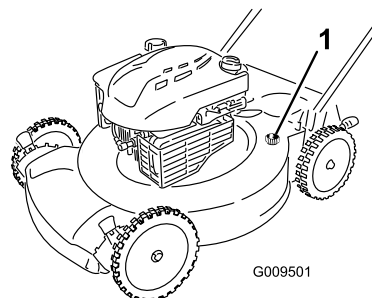

Figure 25
4. Branchez un tuyau d'arrosage, relié à une arrivée d'eau, à l'embout de lavage du carter de la machine (Figure 25).